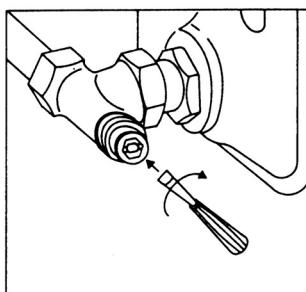

Рис. 3
- 1.4 Затем блокировочный винт повернуть до упора вправо с помощью отвертки (рис. 3, только „Combi 4“).
**Важно:** При изменении преднастройки сначала повернуть влево с помощью отвертки ослабить блокировочный винт (рис. 3). Затем изменить преднастройку шестигранным ключом SW 4 (1).